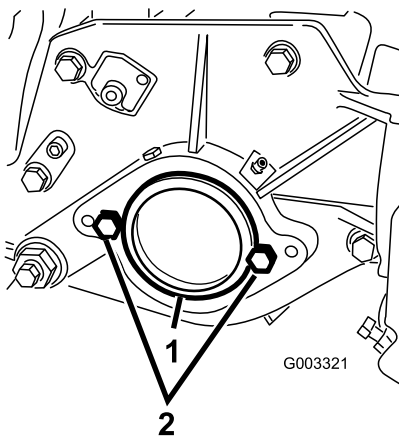

図 7
3. カッティングユニット右側のベアリングハウジングについているプラスチック製のプラグを外す図 7。
4. 右側サイドプレートからキャップスクリュー2本を取り外す図 7。
6. カッティングユニットの左側サイドプレートに、リールモータ取り付け用のキャップスクリュー2本を仮止めする図 7。